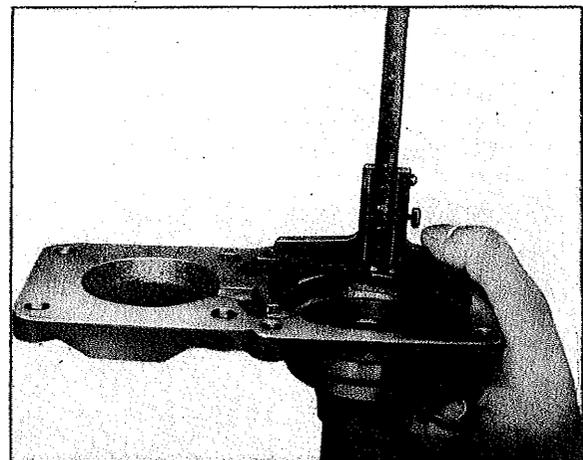

Fig. 57
- Mesurer la profondeur de l'évidement tourné correspondant dans la bride du palier (palier de guidage) (fig. 57).